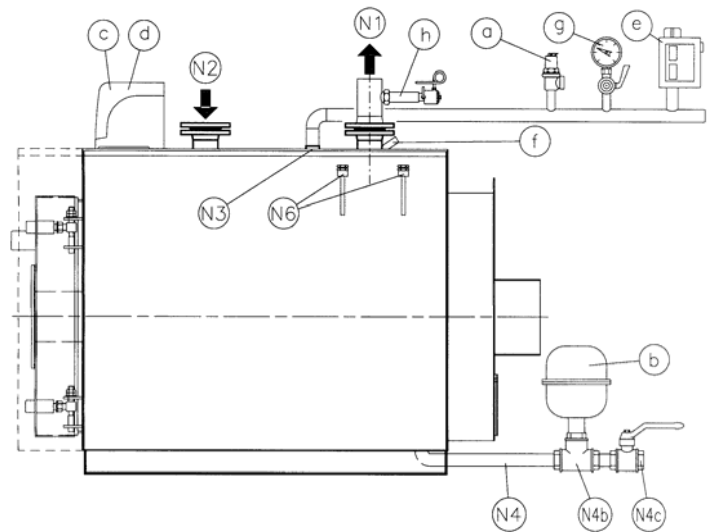

Fig. 1
3.2.1 INSTALLATION THERMIQUE A EAU CHAUDE AVEC VASE D'EXPANSION FERMÉ - Puissance au foyer ≤ 300.000 kcal/h - pression 5 bar (Fig. 1)